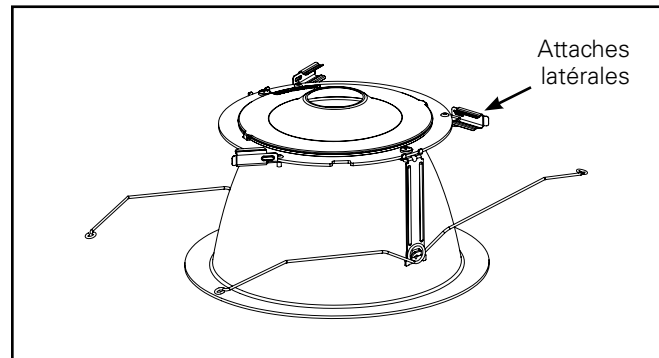

Figure 4
3. Retirez l'assemblage de la garniture de l'emballage protecteur et tournez les attaches latérales (3) vers l'extérieur. (Figure 4).